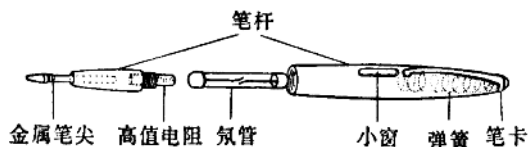

图 13 试电笔构造图
(1)试电笔:试电笔是一种测试电线或用电器带不带电的工具,它的构造如图 13 所示。发光部分是一个